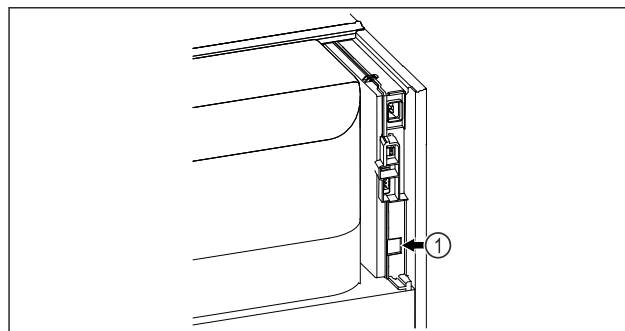

Fig. 47
- Se utiliza SmartModule Fig. 47 (1).